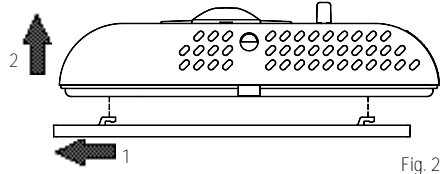

Fig. 2
- 1** Sganciare la piastra attaccata alla base del termostato spingendola verso sinistra e facendo così sganciare i dentini indicati in Fig. 2.
Release the plate attached to the thermostat base by pushing it to the left. This releases the teeth shown in Fig. 2.